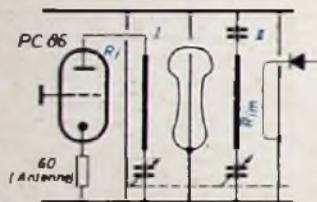

Bild 1. Prinzipschema zur Berechnung der Oszillatorabschwächung
An Hand von Bild 1 läßt sich überschläglicherweise die Abschwächung der Oszillatorspannung von der Mischer-Koppelschleife bis zu den Antennenklammern berechnen. Verschiedene vereinfachende Annahmen (zum Beispiel gleiche Güten der beiden Kreise des Bandfilters) sind zulässig, wie die Messungen gezeigt haben. Der Misch-Eingangswiderstand R_{im} liegt etwa bei 150 Ohm. Mittels Koppelschleife erfolgt Leistungsanpassung an das Bandfilter, dessen Einbeziehungswise Ausgangsimpedanz (Z_e beziehungsweise Z_u) etwa 2000 Ohm ist. Am Hochpunkt des Sekundärkreises (II) erscheint die um den Betrag